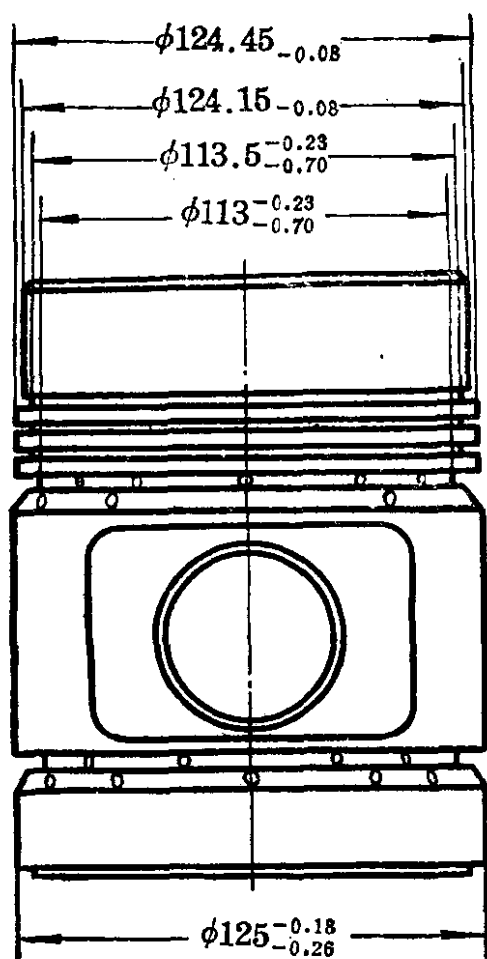

图 1
1. 将加大 0.50 毫米的活塞经车削车成标准的，活塞环槽加宽，采用加高 0.20 毫米的活塞环。活塞环槽加宽的尺寸，按加高活塞环的尺寸并应留有一定的径向间隙车削。一般上部环间隙为 0.095~0.135，中部环为 0.075~0.115，油环为 0.042~0.085。活塞销孔磨损较轻的可以用电镀活塞销的办法解决。若磨损比较严重的，可用铰刀铰销孔，选用加大 0.20 毫米的活塞销。其修复后活塞尺寸如图 1 所示。